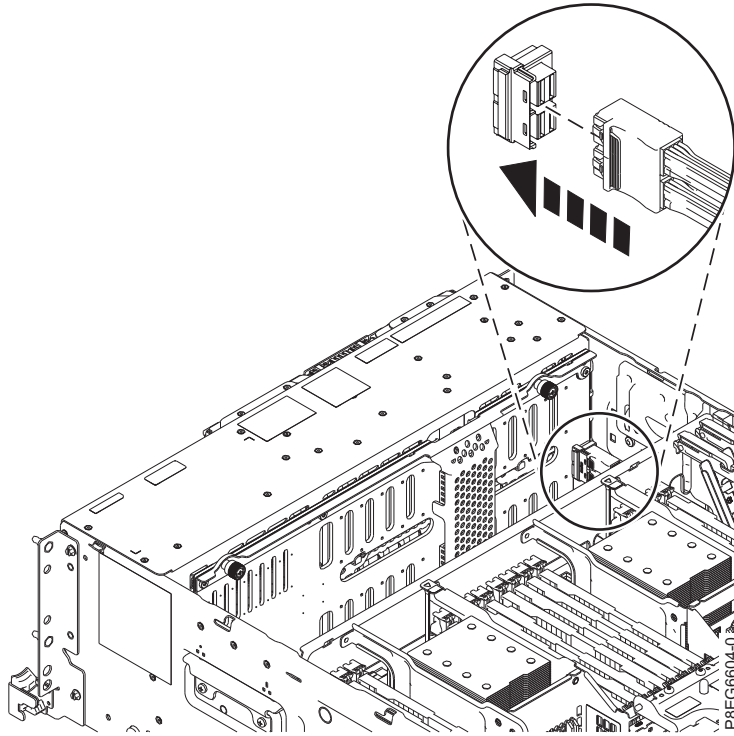

図 8. SAS ケーブルの再接続
7. 9 ページの図 8 に示すように、前面 SAS ケーブルをディスク・ドライブ・バックプレーンのコネクタ・ポートに再接続します。コネクタの止め金が掛かるまで、コネクタを内部に押します。